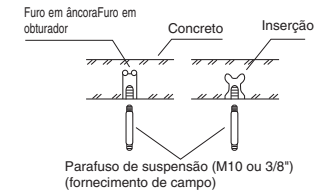

Fig. 3-3
(3) Dependendo do tipo de tecto:
- Insira os parafusos de suspensão como mostrado na Fig. 3-3.